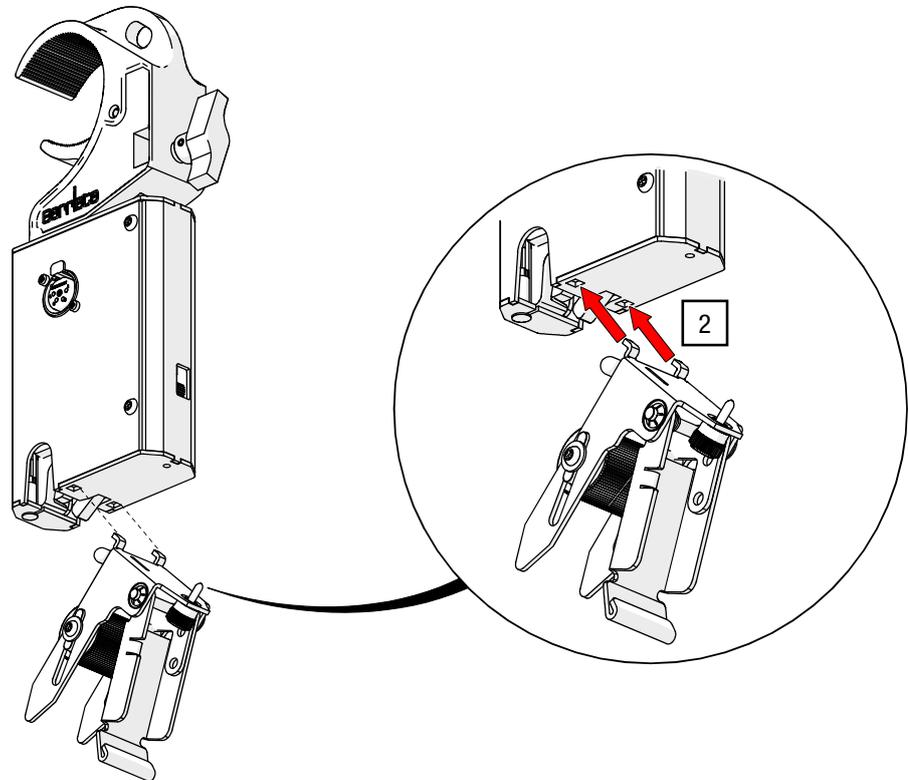

Abb. 14: Stoffklemme in Auslöseeinheit einhängen
- Stecken Sie die Stoffklemme mit den beiden Haken in die bodenseitigen Löcher der Auslöseeinheit (siehe Abb. 14).